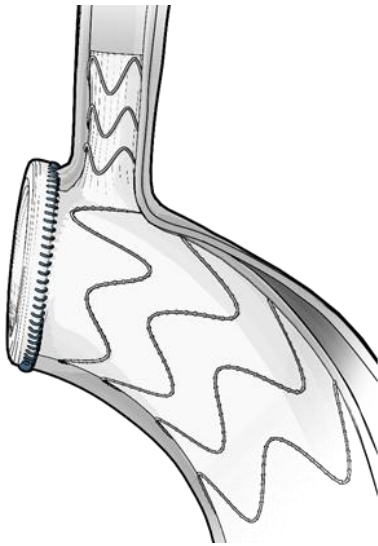

Abbildung 14. Distale Anastomose des Arcevo™ LSA-Implantats durch Annähen des Kragens an die Aorta thoracica
- 11.5.1 Nach dem Entfernen des Arcevo™ LSA-Einführsystems muss der Kragen an die native Aorta angenäht werden. Die Anastomose des Arcevo™ LSA-Kragens an die durchtrennte Aorta mit sterilem chirurgischem Nahtmaterial und chirurgischen Standardtechniken durchführen (**Abbildung 14**).